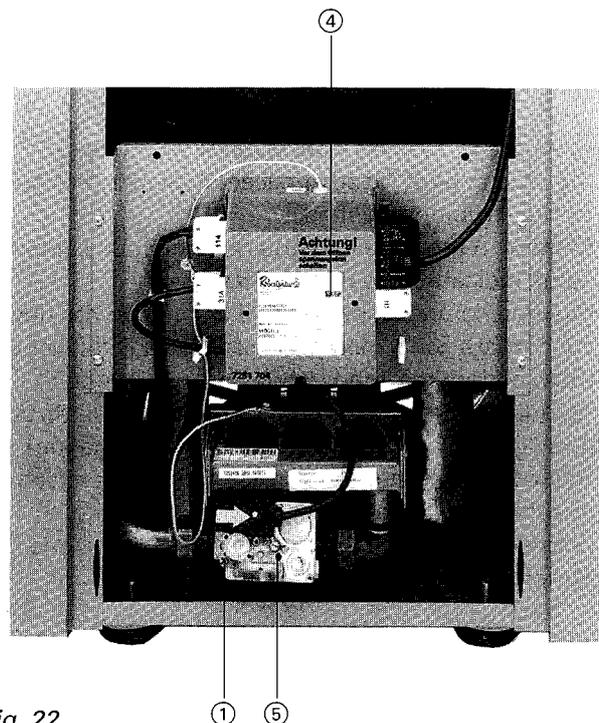

Fig. 22
8. Alla prima messa in funzione è possibile che l'apparecchiatura vada in blocco per l'eventuale presenza d'aria nella tubazione del gas (si accende la spia di blocco rossa sull'apparecchiatura di comando bruciatore ④ (fig. 22). Premere il pulsante di sblocco rosso sull'apparecchiatura di comando bruciatore e ripetere il procedimento di accensione. Quando la caldaia si spegne per raggiunta temperatura, la serranda gas di scarico (se prevista) va in posizione di chiusura (leva di azionamento manuale del motore in posizione orizzontale).
13. Allentare la vite nell'attacco di misurazione ⑤ (fig. 22 a pagina 17) ed applicare il manometro ad U.
17. Chiudere il rubinetto del gas, disinserire l'interruttore "ⓐ", della regolazione (la caldaia si spegne), rimuovere il manometro ad U, chiudere l'attacco di misurazione ⑤ (fig. 22 a pagina 17) con vite.
18. Controllare la tenuta dell'attacco di misurazione ⑤.
Se dopo ca. 10 secondi non sussiste alcun segnale di fiamma, interviene il sistema di blocco per guasti. Si accende l'indicatore di guasto rosso sull'apparecchiatura di comando gas (fig. 22 a pagina 17).
Nel caso di richiesta di calore, l'apparecchiatura di comando gas viene posta sotto tensione e si accende l'indicatore di funzionamento verde. Dopo ca. 41 secondi, durante i quali l'accenditore ad incandescenza è in funzione, si aprono le valvole del regolatore combinato del gas. Dopo altri 3 secondi circa, l'apparecchiatura di comando gas si commuta dalla fase di accensione alla fase di controllo fiamma. Se non sussiste alcun segnale di fiamma oppure è entrato in funzione il segnale di mancanza di fiamma, dopo un intervallo di ca. 3 secondi l'accenditore ad incandescenza ed il regolatore combinato del gas rimangono per ca. 41 secondi senza alimentazione di corrente. Successivamente inizia un secondo tentativo di accensione. Se persiste un segnale di mancanza di fiamma, ha inizio un secondo intervallo di blocco della durata di 41 secondi circa mentre il dispositivo di accensione ad incandescenza rimane in funzione ancora per 21 secondi; interviene quindi il sistema di blocco per guasti. L'indicatore di funzionamento verde posto sull'apparecchiatura di comando gas si commuta sull'indicatore rosso (fig. 22 a pagina 17).